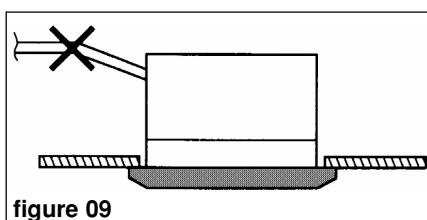

figure 07
- La canalisation doit être maintenue avec des supports (figure 07).